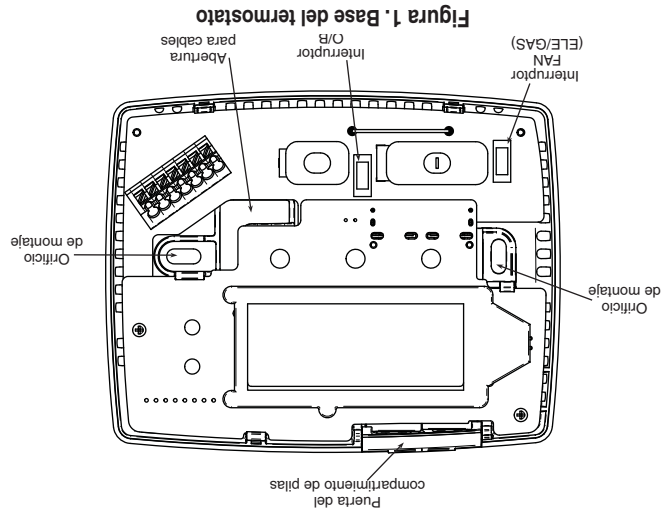

Figura 1. Base del termostato
2. Coloque la base sobre el orificio de la pared y marque las ubicaciones de los orificios de montaje usando la base como plantilla (vea la figura 1).